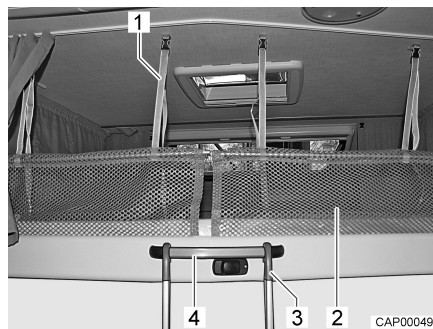

Fig. 36 Échelle de montée et filet de sécurité
- Accrocher l'échelle de montée (Fig. 36,3) à la poignée étrier (Fig. 36,4) du lit escamotable à l'aide des deux étriers.
Filet de sécurité Les filets de sécurité (Fig. 36,2) et les sangles de retenue sont rangés sous le matelas. Ne tendre les filets de sécurité qu'une fois que les personnes se trouvent dans le lit escamotable.
- Faire s'enclencher les sangles de retenue (Fig. 36,1) dans les œillets du plafond.